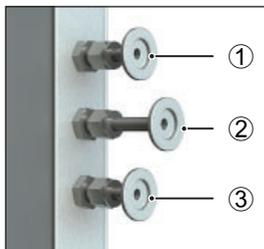
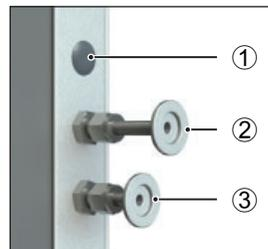

Fig. 21 Attacchi sul retro degli apparecchi VO49 Premium e VO101 Premium
Fig. 22 Attacchi sul retro degli apparecchi VO29 Premium e di tutti gli apparecchi standard
Collegare l'attacco per il vuoto sul retro dell'apparecchio (Fig. 21 e Fig. 22 ③) all'attacco della pompa per vuoto del modulo pompa o di un'altra pompa per vuoto adatta utilizzando il tubo flessibile di collegamento.
Collegare la bombola del gas inerte (riduttore di pressione) con un tubo flessibile di collegamento con attacco DN16KF all'attacco sul retro dell'apparecchio (Fig. 21 ②). Impostare il riduttore di pressione su 1,0-1,2 bar.